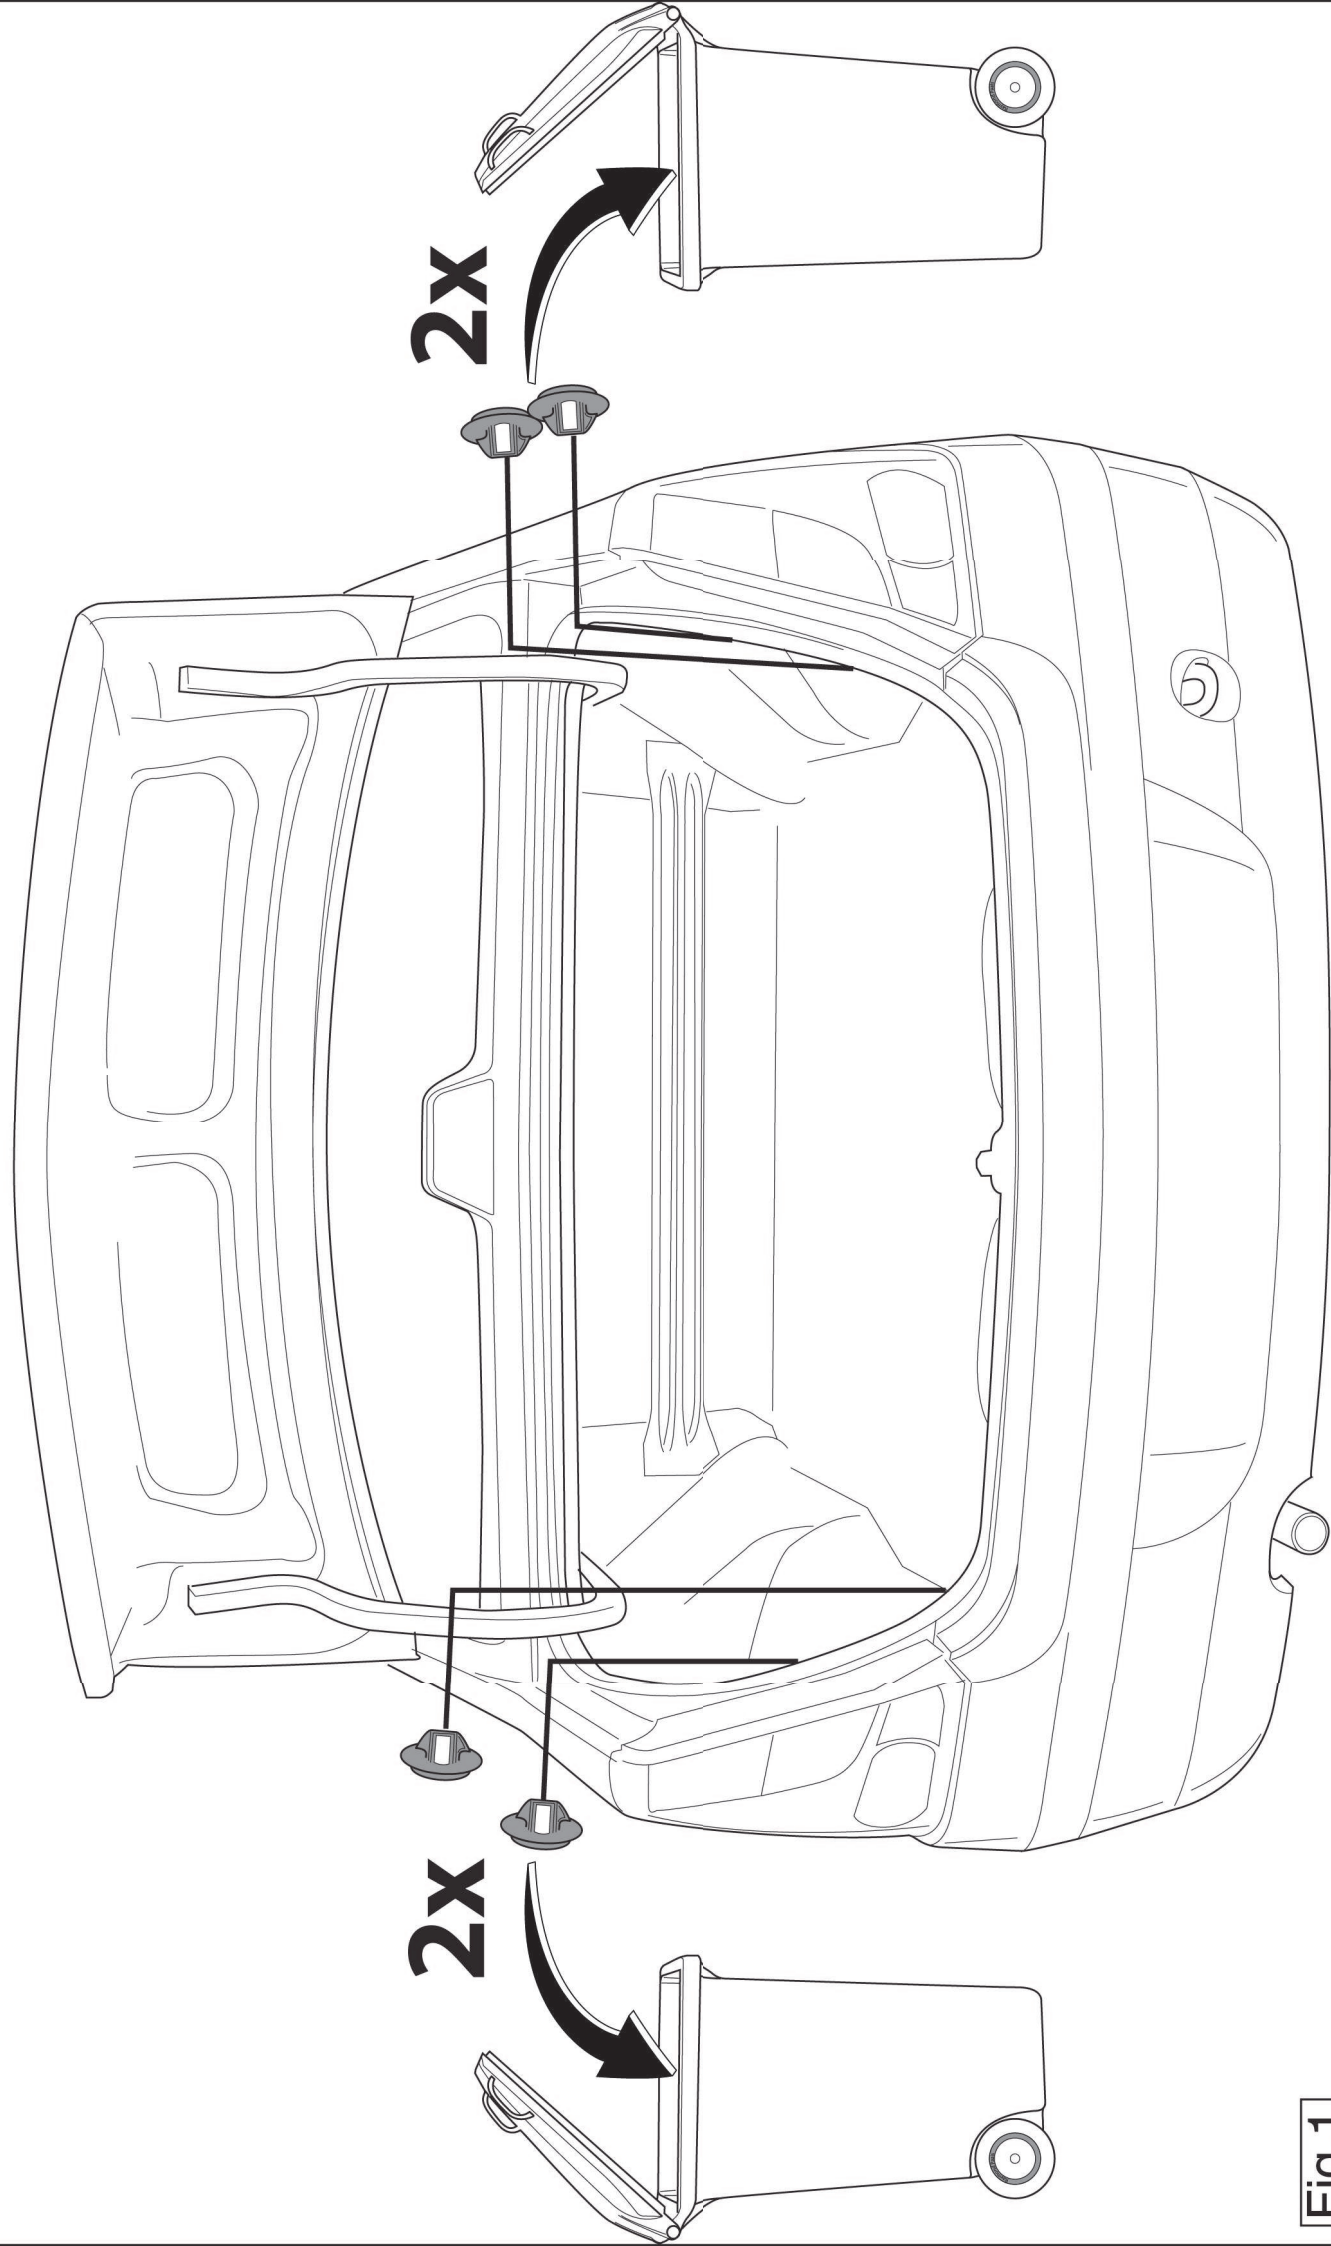

Fig.1
4. Enlever les bouchons en caoutchouc à l'emplacement des points indiqués (voir la fig.1).